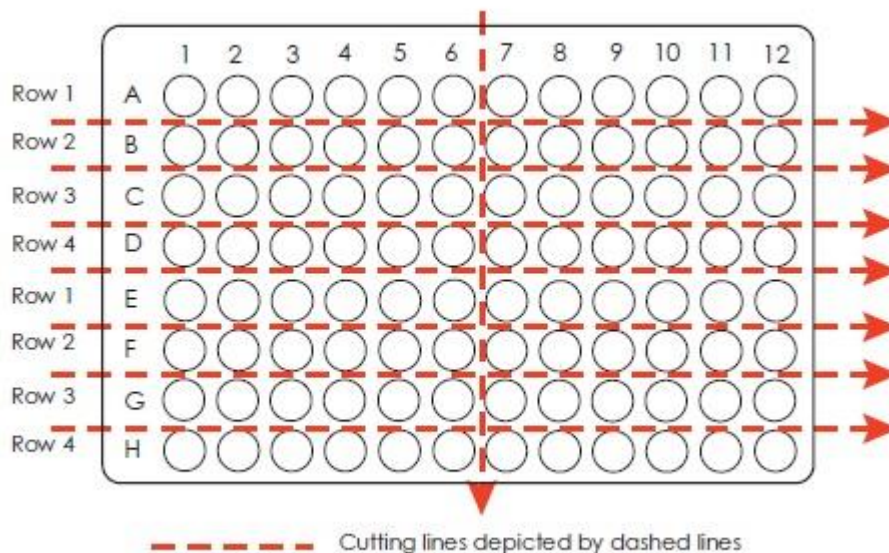

Figura 6: Placa de microtitulación.
D. PREPARACIONES PREVIAS DEL MÓDULO III: PRUEBA DE ELISA (I)
1. Como se muestra en la Figura 6, orientar las placas de microtitulación de modo que los números 1-12 estén en la parte superior y las letras A-H estén a su izquierda.
2. Cortar cada placa en las líneas punteadas como se muestra en la Figura 6. Cada pieza tendrá seis pozos en un eje y uno en el otro eje. Cada grupo de laboratorio debe recibir una pieza.